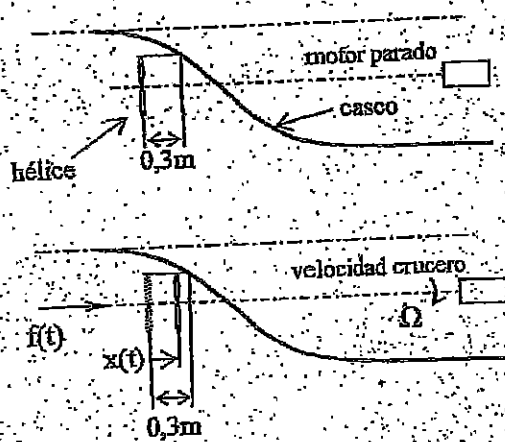

Figura 2. Vista en perfil del sistema
- 3) Respuesta estacionaria si la hélice tiene $n=4$ álabes. ¿Qué sucede considerando las restricciones de espacio de la figura 2? (Se puede observar que si el desplazamiento de los álabes es superior a 0,3m, entonces éstos chocan con el casco). (3p)